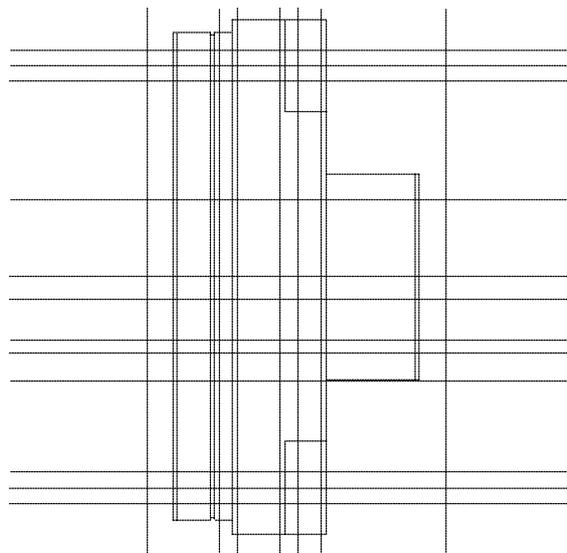

Abbildung 4.10: Hilfsgeometrie für Bohrung, Symmetrielinien und verdeckte Kanten
10. Löschen der nicht mehr benötigten Hilfslinien, (siehe Abbildung 4.10).
11. Erstellen einer parallelen Hilfsgeometrie wie in Abbildung 4.10: